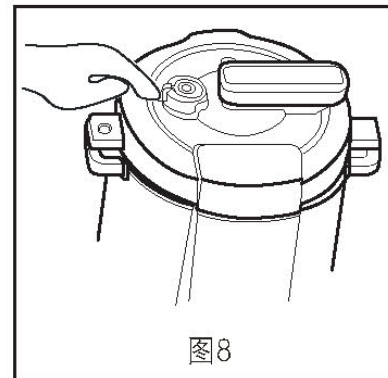

图8
5. 放置好限压阀，根据图示将限压阀拨到“密封”位置，并检查浮子是否落下(未加热工作前浮子阀是落下的)如图8、9所示。